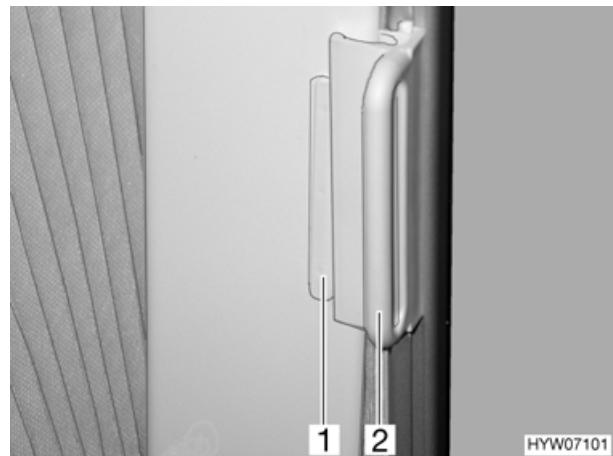

Bild 34 Faltverdunklung, geöffnet
- Die Faltverdunklungen für das Fahrerfenster und das Beifahrerfenster aufschieben und den Führungsgriff (Bild 34,2) auf den Aufsatz (Bild 34,1) schieben.